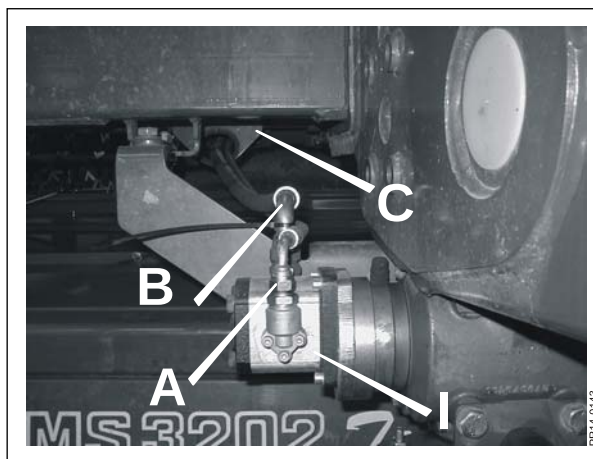

Fig. 2-7
- Fig. 2-7 Sugelangen **B** (3/4" og 1400 mm lang) monteres på pumpen **I** og på siden af tanken, med bøjningen ved pumpen.